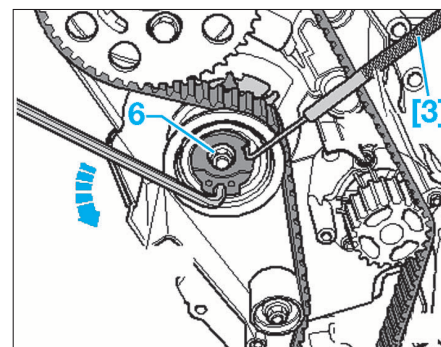

FIG. 12
- [3]. Outil de verrouillage du galet tendeur (ref. T10265) (Fig.12).
- Desserrer l'écrou (6) du galet tendeur (Fig.12).
- Resserrer l'écrou (6) à la main.